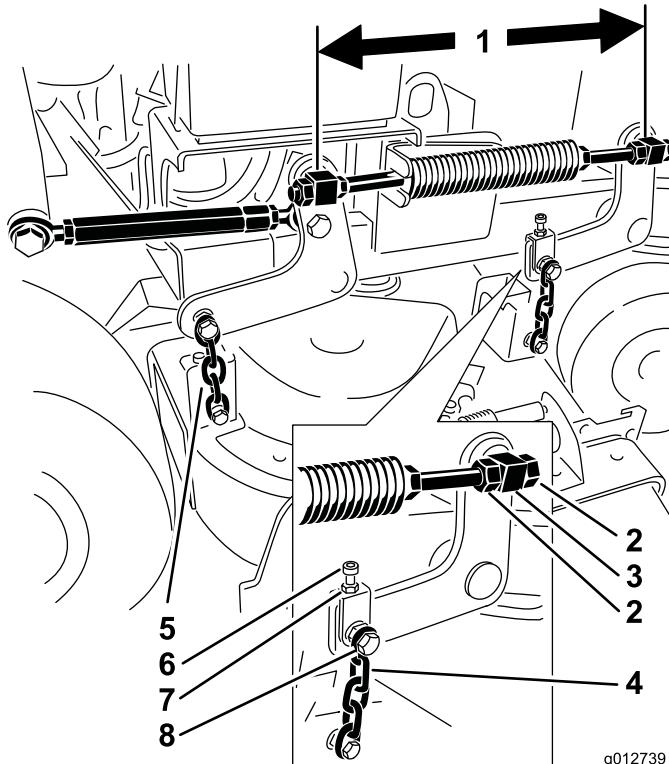

Figura 81
6. Compruebe la distancia entre los pivotes; mida del centro de un pivote al centro del otro (distancia entre centros) en la varilla rosada. Esta distancia debe ser de 49,5 cm (19-1/2 pulgadas) para plataformas de corte de 36 pulgadas (91 cm), y de 43,7 cm (17-3/16 pulgadas) para plataformas de corte de 40 pulgadas (102 cm) (Figura 81).
9. Utilice las contratuerzas del pivote delantero para ajustar la longitud entre los pivotes delantero y trasero en ese lado (Figura 81).
11. Utilice el perno de ajuste para obtener la misma tensión en ambas cadenas delanteras (Figura 81).
5. Afloje la tuerca del perno superior de la cadena y la contratuerca del perno de ajuste (Figura 81).
6. Apriete o afloje el perno de ajuste para obtener una distancia de 6 a 10 mm (1/4 a 3/8 pulgadas) menos en la parte delantera, en **A** que en la parte trasera, en **B** (Figura 81).